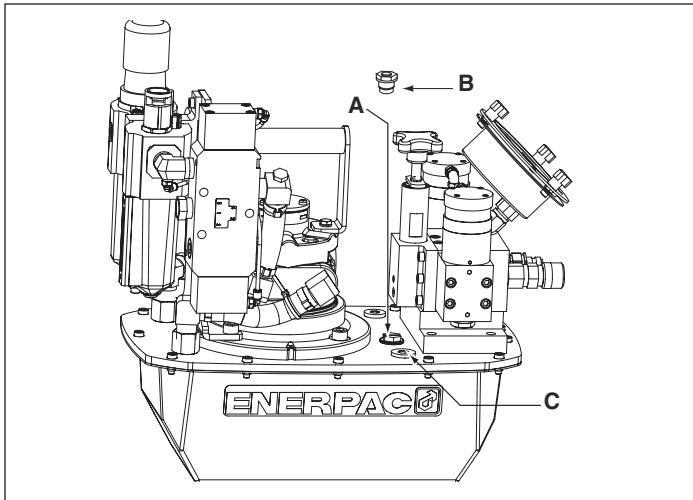

Figura 2, Instalação do Respiro ZA4T
4.1 Tampa do Respiro do Reservatório (Ver Figura 2)
Verifique o nível de óleo da bomba antes de acioná-la, e acrescente óleo, se necessário, removendo a tampa da saída de abastecimento. Certifique-se sempre de que os torquímetros hidráulicos estão totalmente retraídos antes de adicionar fluído ao reservatório. Ver Figura 2.